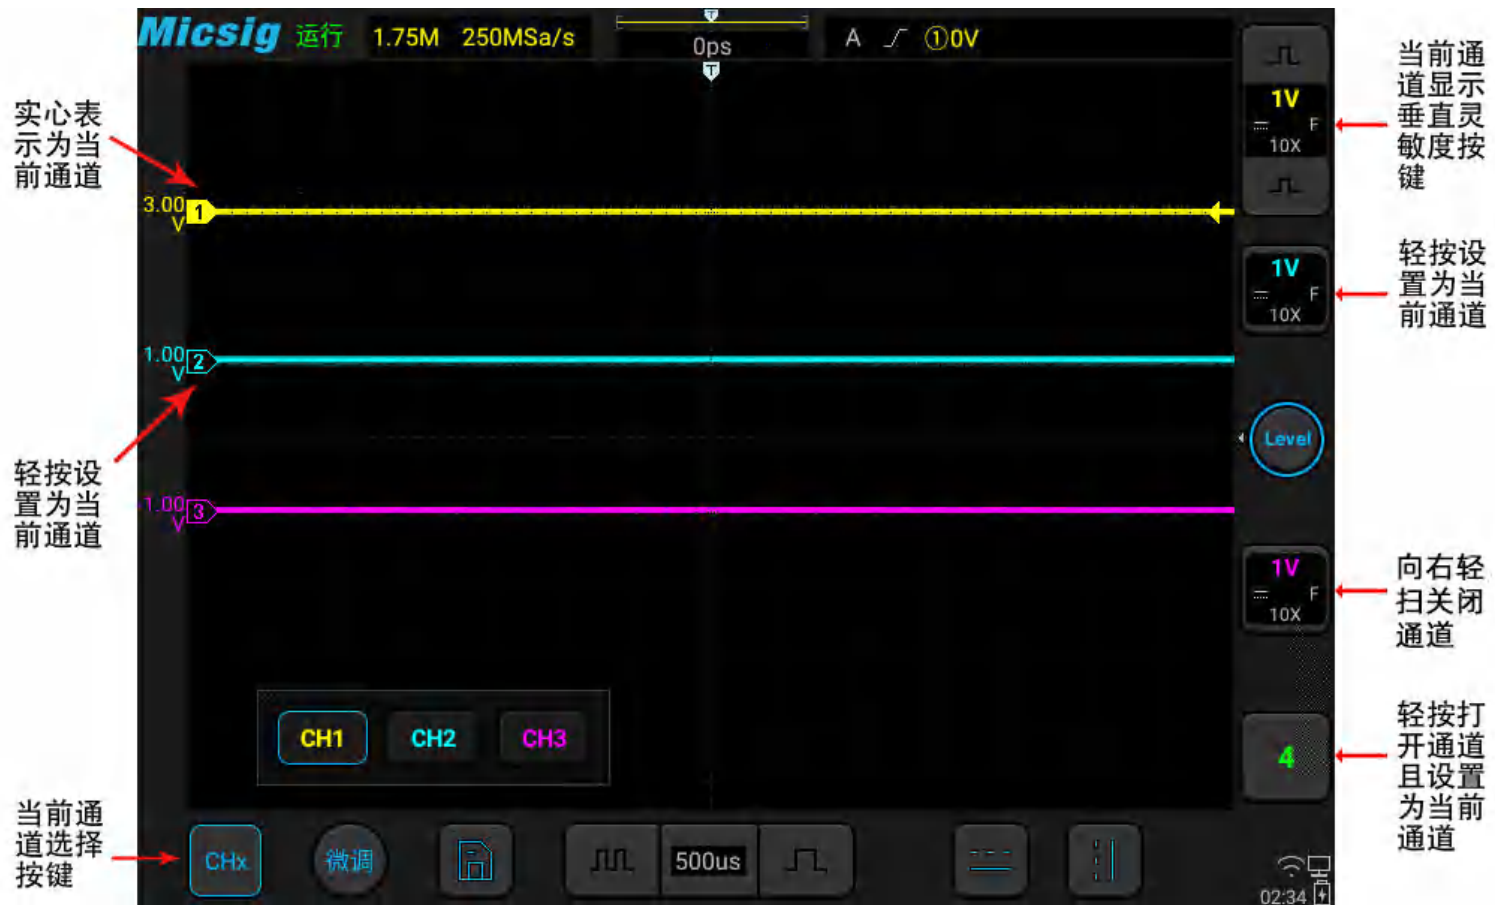

图5-4 通道的打开、关闭与切换
当CH1处于开启状态，但状态为非当前通道时，轻点CH1波形或CH1通道图标或通道指示器① 或当前通道选择按键，把CH1设为当前通道，见图5-4。